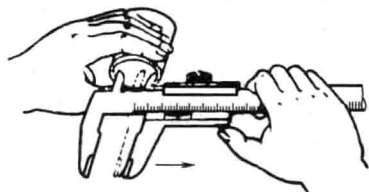

图 2-10 内孔的测量方法
(4) 当测量零件的内尺寸时如图 2-10 所示。要使量爪分开的距离小于所测内尺寸,进入零件内孔后,再慢慢张开并轻轻接触零件内表面,用固定螺钉固定尺框后,轻轻取出卡尺来读数。取出量爪时,用力要均匀,并使卡尺沿着孔的中心线方向滑出,不可歪斜,免使量爪扭伤;变形和受到不必要的磨损,同时会使尺框走动,影响测量精度。